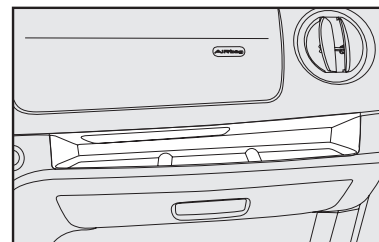

fig. 54
- En el tablero, sobre la guantera **fig. 54**;